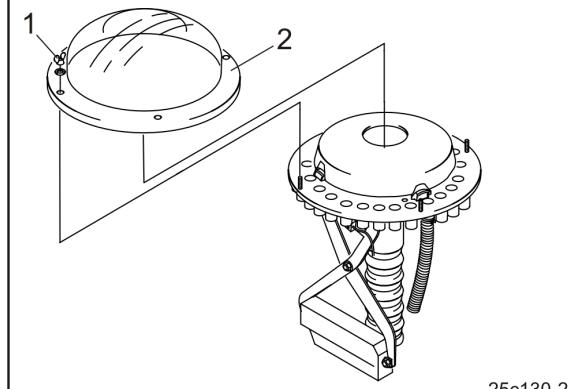

Рис. 113
4. Открутите барабановые гайки (Рис. 113/1) и снимите с распределительной головки прозрачную пластиковую крышку (Рис. 113/2).
6. Установите пластиковую крышку (Рис. 113/2).
7. Закрепите пластиковую крышку при помощи барабановых гаек (Рис. 113/1).